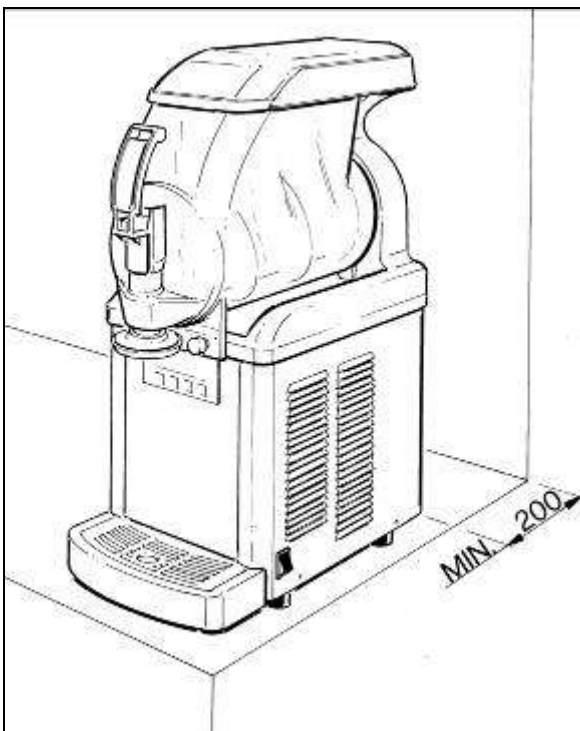

Fig. 20
b) Coloque el equipo en una superficie horizontal y sólida obrando de tal forma que el bastidor del equipo esté bien aireado (al menos 20 cm de espacio libre, fig.20), monte el equipo en un ambiente seco y evite montarlo cerca de fuentes de calor. **La temperatura ambiente de uso de la máquina tiene que estar incluida entre los 24 y los 32°C.**